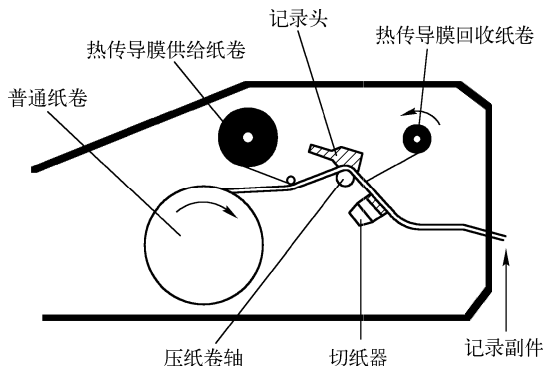

图 3-5 热传真记录原理结构图
(2) 热转印记录方式。热转印记录方式可在普通纸上进行。热转印传真机的打印头与热敏打印头基本相同，所不同的是热转印打印头与普通纸之间有一层黑色的热传导膜（亦称色带），当打印头产生热量时，将热传导膜上与原稿相对应的图文烫印在记录纸上。其原理结构图如图3-5所示。